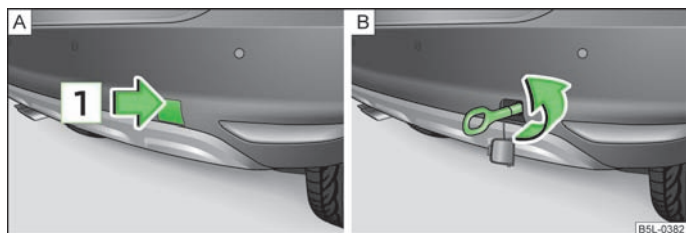

Fig. 166 Paragolpes trasero: Desmontaje de la caperuza protectora/montaje de la argolla de remolque
- Presionar la mitad superior de la cubierta en la dirección de la flecha **1** » fig. 166.
- Sacar la caperuza protectora del paragolpes trasero. » fig. 166 - **A**.
- Atornillar la argolla de remolque hacia la izquierda hasta el tope » fig. 166 - **B**, y tirar de ella lo más firmemente posible. Para fijar la argolla recomendamos utilizar p. ej. la llave para rueda, la argolla de remolque de otro vehículo u otro objeto parecido que se pueda pasar por la argolla.